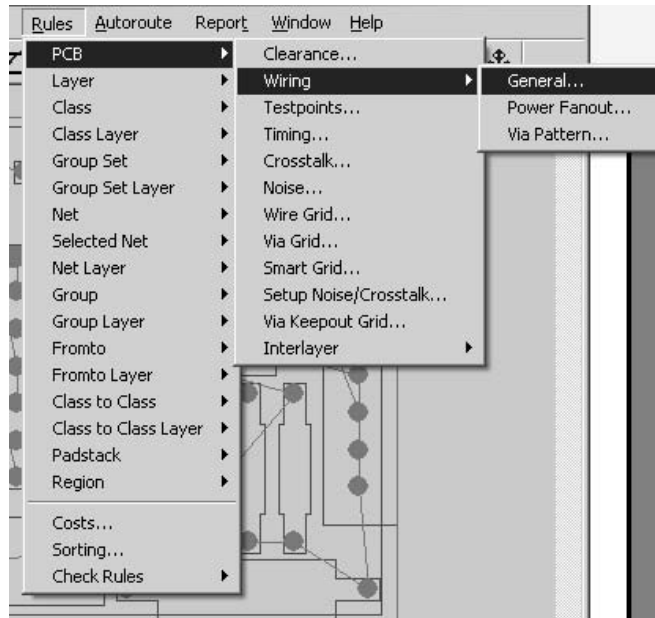

Рис.9.6.21, а
18. Задать правила работы трассировщика. Для этого выполнить команды **Rules / PCD/Wiring /General** (рис.9.6.21,а). Откроется окно **PCB Wiring Rules**, в котором в зоне **Overlap Via** разрешить (**Off**) использовать переходные отверстия, в окне **T-Junctions** (Т-образное соединение) поставить галочку (рис.9.6.21,б). По стрелке оставить на кнопке **Starburst** (произвольный) алгоритм трассировки, в окнах диалога установить ограничения на число конфликтов при пересечении проводников **Limit Cross** - 255, ограничения на число глухих переходных межслойных отверстий **Limit Bends** - 255, и, наконец, число переходных отверстий задать также 255.